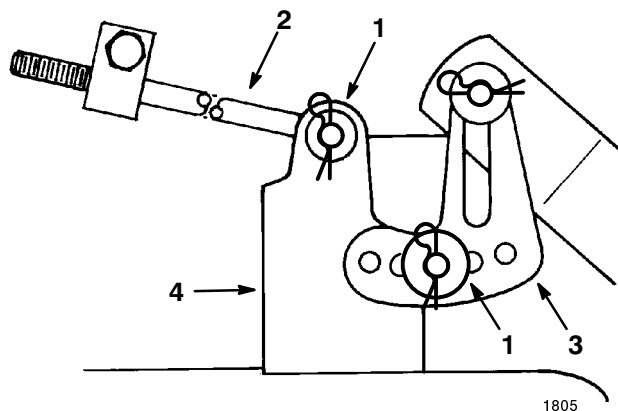

Abbildung 50
5. Haarnadelsplint und Unterlegscheibe vom Ausgleichsbügel entfernen (Abb. 50). Zum Ausgleich der Schnittmesser den Ausgleichsbügel in einem anderen Loch anbringen und Unterlegscheibe und Haarnadelsplint wieder anbringen (Abb. 50). Durch ein vorderes Loch wird die Schnittmesserhöhe gesenkt und durch ein hinteres Loch angehoben. Diesen Vorgang an der anderen Seite wiederholen.